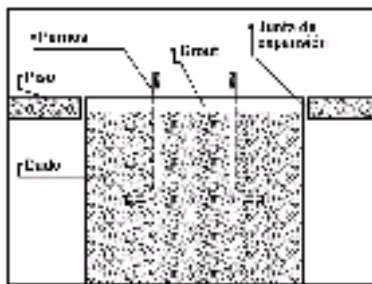

Fig. 3. Anclaje de barras y pernos
- Anclaje de pernos, barras, varillas, bases para antenas, estructuras metálicas y tornillos en concreto o roca (fig. 3 y 4)